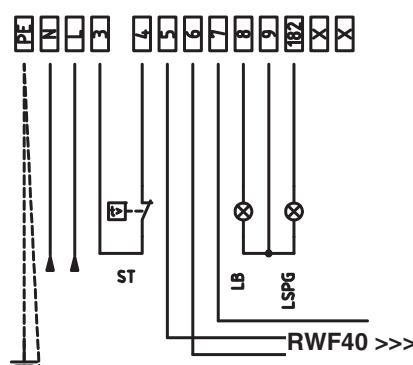

Рис. 16: Модулирующие горелки
3). В случае с модулирующими горелками, клеммы 5,6 и 7 клеммника MA горелки уже подсоединенены с модулирующим регулятором (мод. RWF 40). С электроштакта выходит 4-х полюсная вилка, предназначенная для подключения датчика температуры или давления (см. Рис. 16)